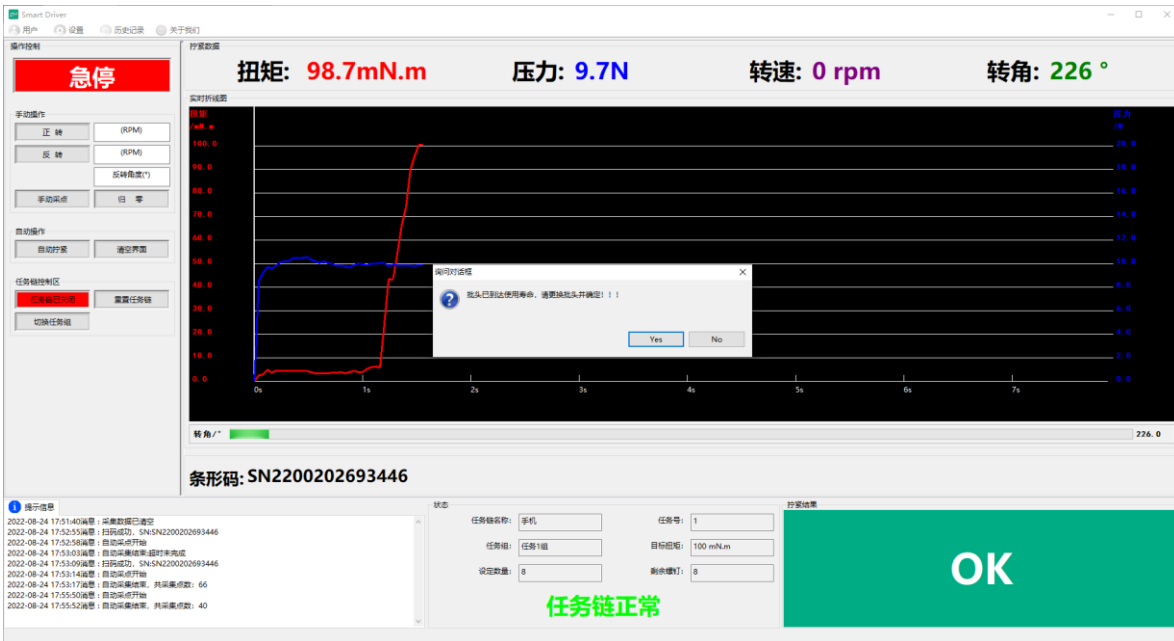

图 34 达到批头寿命后
2. 批头使用寿命次数：设置头使用寿命次数，到达寿命后，弹窗提示，电批自动停止工作，如图 34 所示。0：表示不开启批头寿命提示功能。